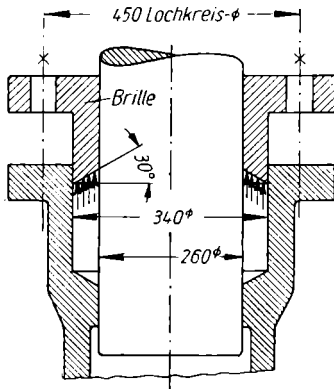

Bild 196
8. Ein Tauchkolben von 260 mm Durchmesser soll durch eine Stopfbuchse nach Bild 196 abgedichtet werden. Der Wasserdruck beträgt 25 at. a) Mit welcher Kraft sucht das Wasser die Brille aus der Buchse herauszutreiben, wenn die Druckfläche der Brille unter 30° abgeschrägt ist? b) Welchen Durchmesser müssen die Stopfbuchschrauben erhalten bei einer zulässigen Zugspannung 400 kp/cm^2 ? Der Abstand zweier Schrauben auf dem Lochkreis soll höchstens 120 mm betragen. Die zusätzliche Kraft zum Zusammenpressen der Packung wird dadurch berücksichtigt, daß man statt des einfachen den dreifachen Flüssigkeitsdruck einführt.